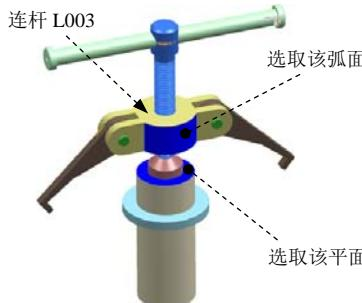

图 10.6.13 定义滑动副（二）
(1) 定义运动副类型。在“运动副”对话框 **定义** 选项卡的 **类型** 下拉列表中选择 **滑动副** 选项。
(2) 选择连杆。选取图 10.6.13 所示的连杆 L003。
(3) 定义原点及矢量。单击“运动副”对话框 **指定原点** 右边的“点对话框”按钮
在“点”对话框的**类型**下拉列表中选择“点在面上”选项，然后选取图 10.6.13 所示的弧面，在**面上的位置**区域下**V 向参数**和**V 向参数**后的文本框中均输入值 0.5，单击“点”对话框中的**确定**按钮；单击**\*指定矢量**按钮，选取图 10.6.13 所示的面作为矢量参考面。